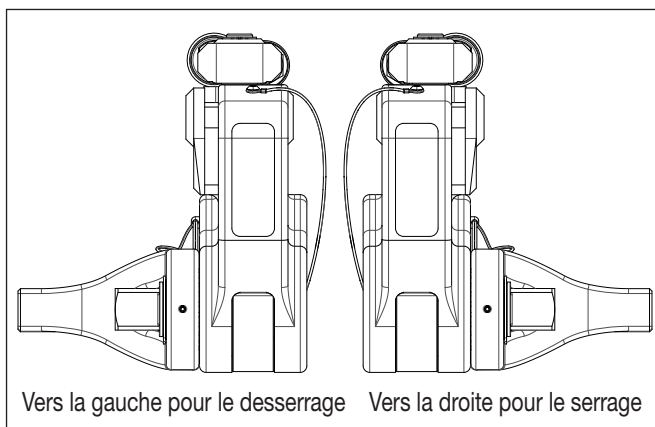

Figure 9 : sens du carré conducteur pour le desserrage/serrage
- Pour le serrage des boulons, le carré conducteur doit être installé à l'emplacement indiqué sur la figure 9.